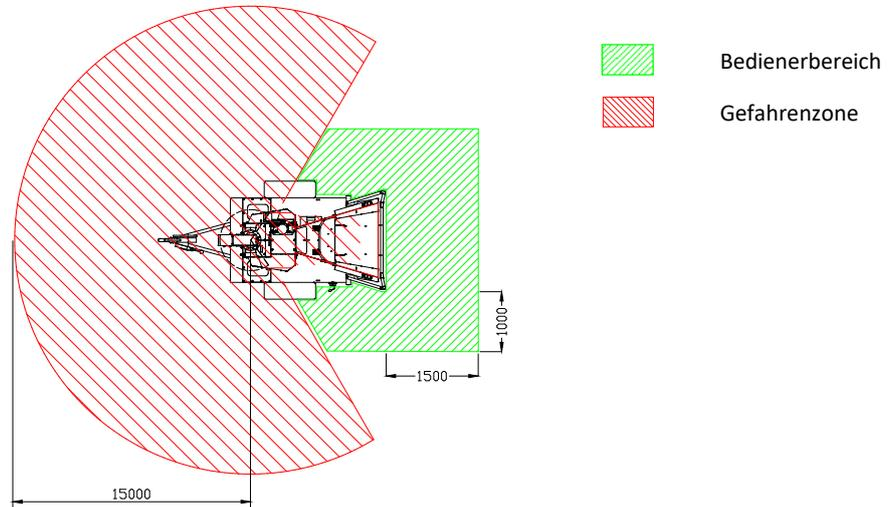

Abb. 5-3 – Bedienerbereich und Gefahrenzonen (Abb. nicht maßstabsgetreu)
- sich in seinem Bereich (*Bedienerzone*) befindet, grün hervorgehoben in Abb. 5-3;
In jedem Fall sind unter normalen Arbeitsbedingungen Restrisiken immer nur innerhalb der in Abb. 5-3 rot markierten *Gefahrenbereiche* vorhanden. Der Zugang zu Gefahrenbereichen im normalen Arbeitszustand (automatischer Zyklus) wird durch geeignete feste Schutzvorrichtungen verhindert. Diese Schutzvorrichtungen dürfen unter keinen Umständen während des automatischen Betriebs entfernt werden.